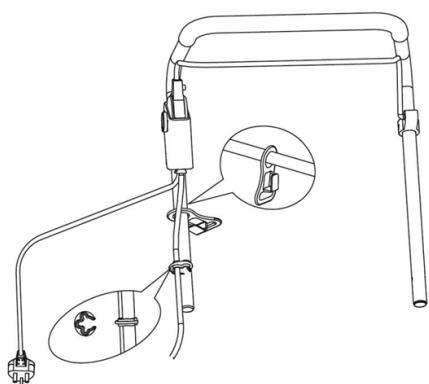

Abb.8
49. Allumer et éteindre (Fig. 8)
Le bouton de sécurité (1) s'enclenche. (Fig.8)
Inclinez la poignée vers le bas pour surélever légèrement l'avant de l'appareil et réduire le risque d'endommager la pelouse au démarrage. Appuyez sur le bouton de verrouillage de sécurité (1) du boîtier de commande et, pendant que le bouton est toujours enfoncé, tirez le levier de commande (2) vers vous. (Fig. 8)